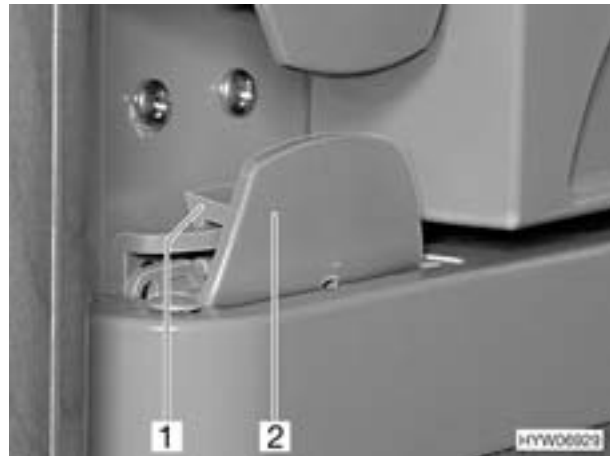

Bild 158 Verriegelung der Kühlschranktür, geschlossen (Variante 3)
- Kühlschranktür am Griff (Bild 158,2) öffnen. Die Verriegelung (Bild 158,1) wird automatisch gelöst.